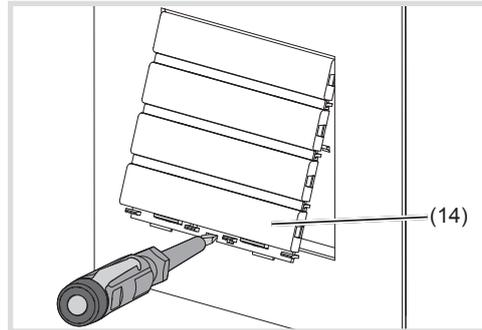

Bild 12: Demontage Ruftaster Modul Aufsatz
(13) Abdeckstreifen
- Ruftaster Modul Oberteil in der unteren Hebelöffnung mit dem Schraubendreher leicht anheben und nach vorne führen (Bild 12).